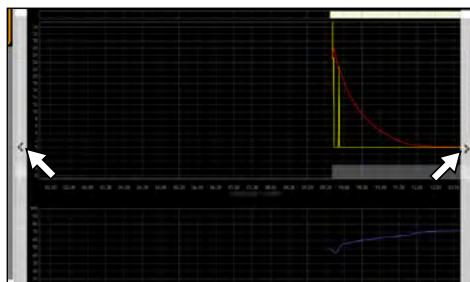

Рис. 10
- Чтобы выполнить на дисплее смещение отображаемого диапазона времени (ось x), переместите курсор мыши к правому или левому краю графического окна. Отобразятся стрелки, с помощью которых можно будет переместить отображаемый участок влево или вправо (Рис. 10).